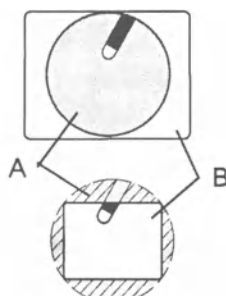

Рис. 2
В зависимости от фокусного расстояния объектива информация об изображении эндоскопа (A) не может регистрироваться на датчике изображения (B) (Рис. 2).